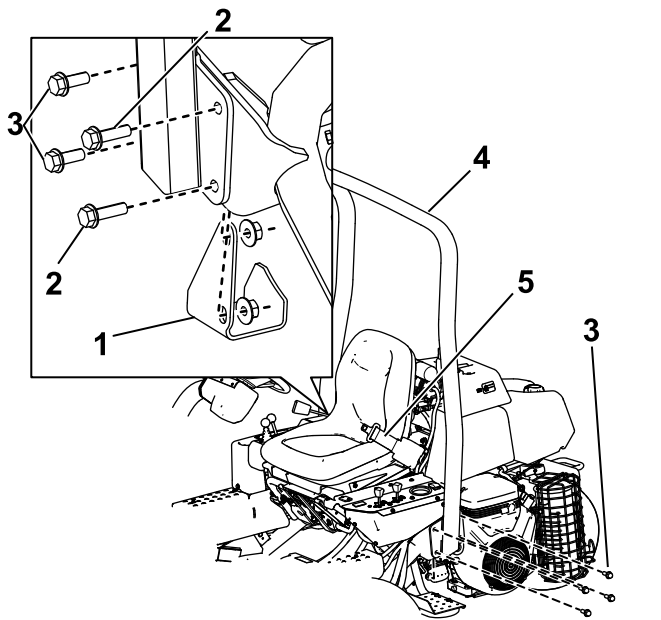

图 4
2. 将翻车保护杆 图 4 放低到安装支架上与安装孔对齐。
- 用 4 个螺栓 $\frac{1}{2} \times 1\frac{1}{2}$ 英寸和锁紧螺母将翻车保护杆的左侧固定到安装支架上 图 4。
- 用 2 个螺栓 $\frac{1}{2} \times 1\frac{1}{2}$ 英寸、2 个螺栓 $\frac{1}{2} \times 1\frac{3}{4}$ 英寸和锁紧螺母将翻车保护杆的右侧和先前卸下的千斤顶垫固定到安装支架上如 图 4 所示。